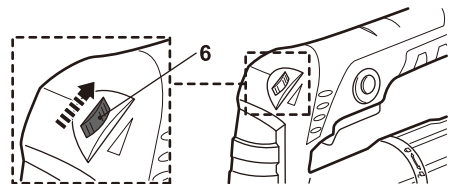

Fig. 9
> Gire el selector de velocidad (6) hacia la derecha (visto desde la posición del operador) para reducir la velocidad máxima (Fig. 9).